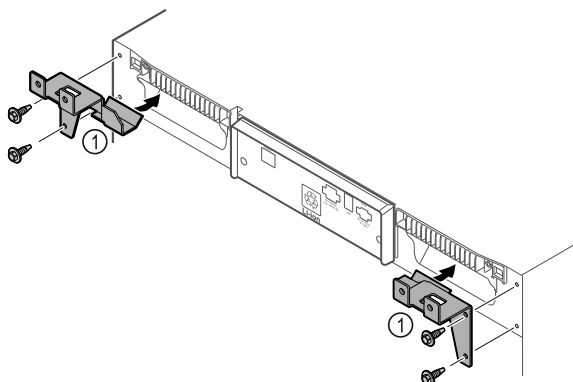

Fig. 9
- ▶ Szerelje fel a tartóelemeket Fig. 9 (1) a készülékre a mellékelt csavarokkal.